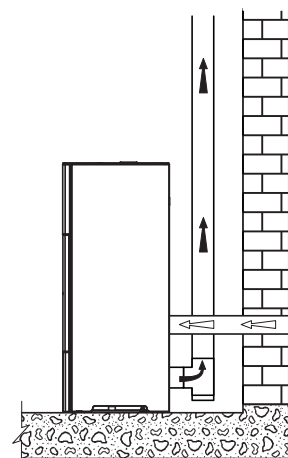

fig. 5.6
- den Eintritt der Verbrennungsluft des Ofens über eine Rohrleitung mit dem Lufteinlass verbinden (Abb. 5.6).